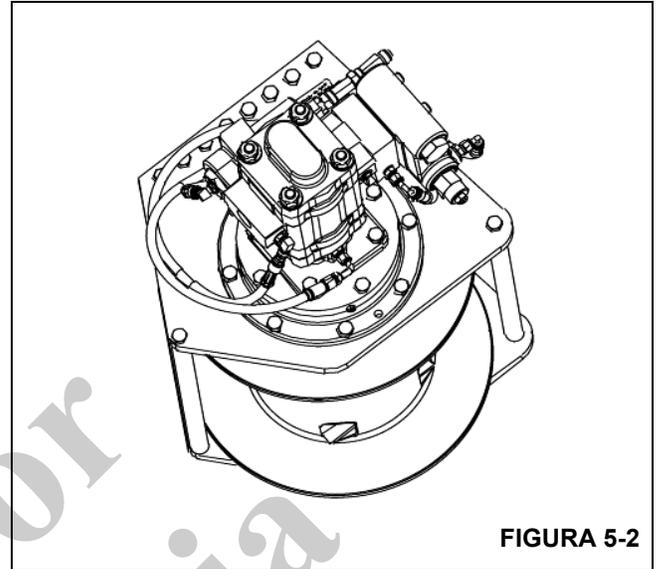

FIGURA 5-2
1. Apoye el malacate sobre su extremo, con el motor hacia arriba. Coloque bloques debajo de la placa lateral de manera que el peso del malacate no se apoye sobre el eje (Figura 5-2).
2. Inspeccione el tambor de cable (5) para verificar su integridad estructural y reemplácelo de ser necesario.
3. Fije el eje (32) a la placa lateral (29) usando los seis pernos (3). Compruebe que el registro (30) quede debidamente orientado. Apriete los pernos a los valores recomendados (vea *Sujetadores y valores de apriete*, página 1-12).
4. Instale el anillo retenedor (48) en el eje (32).
5. Coloque la unidad sobre el suelo con las varillas (2) orientadas hacia arriba. Sostenga la placa lateral (29) con bloques (Figura 5-2) de modo que el malacate no esté apoyado sobre el eje (32).
6. Coloque el tambor de cable (5) sobre el eje (32) y asiente el tambor sobre el cojinete (28). Procure no dañar el sello (306).
7. Instale el grupo de planetarios de salida (4).
8. Instale el engranaje solar de salida (16) en el grupo de planetarios de salida.
9. Instale la arandela de empuje (6) en el grupo de planetarios de salida.
10. Instale el grupo de planetarios de entrada (36) en el tambor. Asegúrese de que encaje sobre el engranaje solar de salida (16).
11. Instale el engranaje solar de entrada (8) y la arandela de empuje (6) en el grupo de engranajes planetarios de entrada.
12. Instale la arandela de empuje (6) en el grupo de engranajes de entrada.
13. Instale un anillo "O" nuevo (304) y, de ser necesario, un cojinete (28) y sello (306) en el portacojinete (26). Engrase el anillo "O" y el sello y después instale el porta-planetarios en el tambor.
14. Coloque la placa lateral (1) sobre el tambor de cable en las varillas (43). Fije la placa lateral con los tres pernos (2). Apriete los pernos a un par de 109 a 122 Nm (80 a 90 lb-pie).
15. Instale el subconjunto del freno en la placa lateral (1). Asegúrese de que la espiga guía de la caja de frenos quede alineada con la cavidad del cojinete y que los agujeros de pernos del motor y del registro estén debidamente orientados. Instale los ocho pernos (2). Apriete uniformemente los pernos a un par de 109 a 122 Nm (80 a 90 lb-pie).